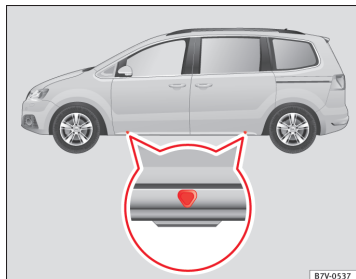
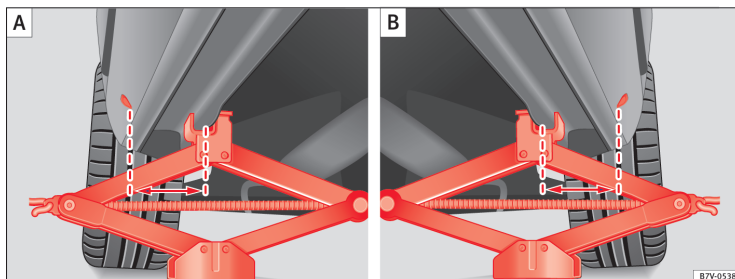

Fig. 185 Løftepunkter til donkraften
Fig. 186 (A): Sådan sættes donkraften på forrest på venstre side af bilen; (B): Sådan sættes donkraften på bagest på venstre side af bilen.
Donkraften må kun sættes på de markerede løftepunkter (markeringer på karosseriet) ⇒ Fig. 185. Markeringen angiver løftepunktets position **under** bilen. Løftepunkterne er placeret på kanter, der ligger **bag** de forreste kanter ⇒ Fig. 186. Du skal altid anvende det løftepunkt, der er tættest på det hjul, der skal skiftes ⇒ ⚠.
5. Find løftepunktet til donkraften ⇒ Fig. 185 under bilen, der er tættest på det hjul, der skal skiftes.
7. Kontroller, om donkraftens fod hviler sikkert med hele sin flade på jorden, og at donkraftens fod er placeret lige under løftepunktet ⇒ Fig. 186.
8. Ret donkraften ud, og drej den samtidig så højt op, at dens griber får fat i kanten under bilen ⇒ Fig. 186.
- Sæt kun donkraften på de beskrevne steder. Det er vigtigt, at donkraftens griber får sikkert fat i kanten på panelet ⇒ Fig. 186.